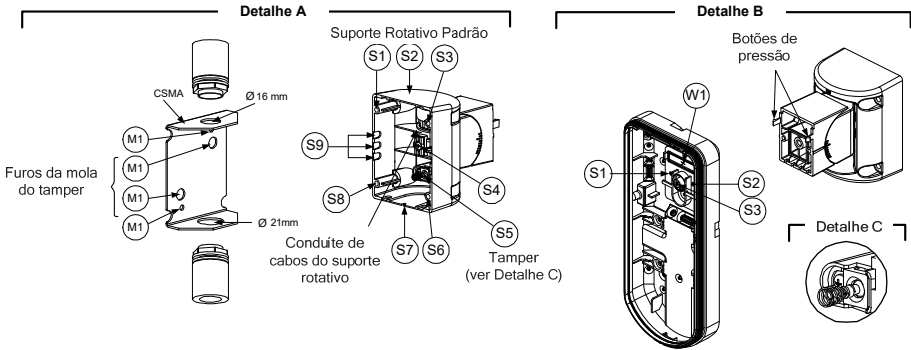

Figura 6
3. Abra os furos pré-marcados na base externa (Figura 6, Detalhe B)
4. No acessório do Suporte Padrão remova os furos pré-marcados de fiação S2, S7 ou S9 (Figura 6, Detalhe A).
5. Remova o tamper de parede da base interna (Veja o item: "Mudando a posição do tamper de parede") e conecte-o no S5 (Figura 6, Detalhe A) do Suporte Padrão.
- a. Insira o cabeamento externo através dos furos pré-marcados S2, S7 ou S9 e puxe-os (incluindo a fiação de tamper) Através da passagem de fiação do suporte padrão (Figura 6, Detalhe B).
## Montando o suporte com conduíte (usando o Adaptador Metálico do Suporte de Conduíte - AMSC, Figura 6, Detalhe A)
- Insira os cabos externos e os fios do tampão na passagem de fiação do Conduíte (Figura 6, Detalhe A).
- Insira os fios do tampão e os cabos externos através do furo pré-marcado W1 do Suporte Padrão na base externa (Figura 6, Detalhe B).